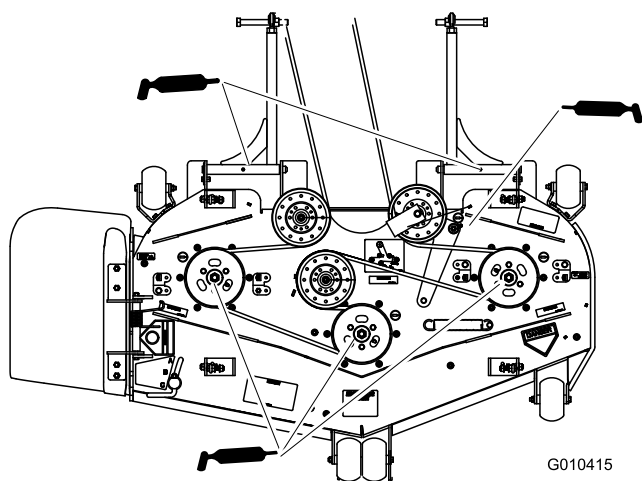

Figura 32
3. Engrase el pivote de la polea tensora (Figura 32).
4. Engrase los puntos de engrase de los cojinetes de los tres ejes (Figura 32).